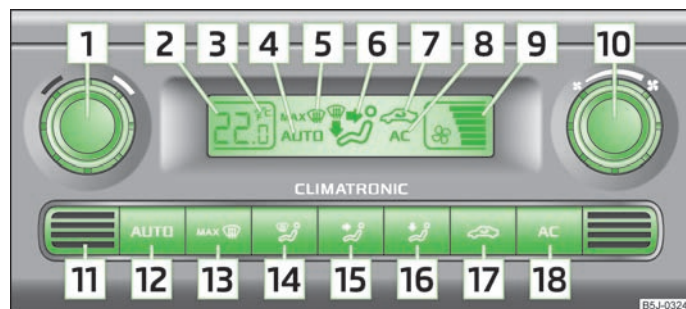

Fig. 74 Climatronic: Elementos de mando
- (AC) 18 » fig. 74 conectado.
- Pulsar la tecla (AUTO) 12 » fig. 74.
Pulsar y mantener pulsadas al mismo tiempo las teclas (AUTO) y (AC) 18 » fig. 74. En el display aparecerán los datos en la unidad de medida deseada de la temperatura.
En la parte inferior del aparato se ubica el sensor de la temperatura del habitáculo **11** » fig. 74. No cubrir con adhesivos ni tapar el sensor; de lo contrario, esto podría influir negativamente sobre el Climatronic.
- Pulsar la tecla **(AUTO)** **12** » fig. 74, en la pantalla se visualiza **AUTO**.
- Después de conectar el encendido, se puede ajustar la temperatura interior deseada con el regulador giratorio **11** » fig. 74.
- Pulsar la tecla **(Circulante)** **17** » fig. 74, en la pantalla se muestra el símbolo **(Circulante)**.
- Pulsar de nuevo la tecla **(Circulante)** **17** » fig. 74, el símbolo **(Circulante)** se apaga en la pantalla.
- Girar el regulador giratorio **10** » fig. 74 hacia la izquierda (disminuir el número de revoluciones del ventilador) o hacia la derecha (aumentar el número de revoluciones del ventilador).
➤ Pulsar la tecla  **13** » fig. 74.
➤ Pulsar de nuevo  **13** » fig. 74 o **AUTO**.